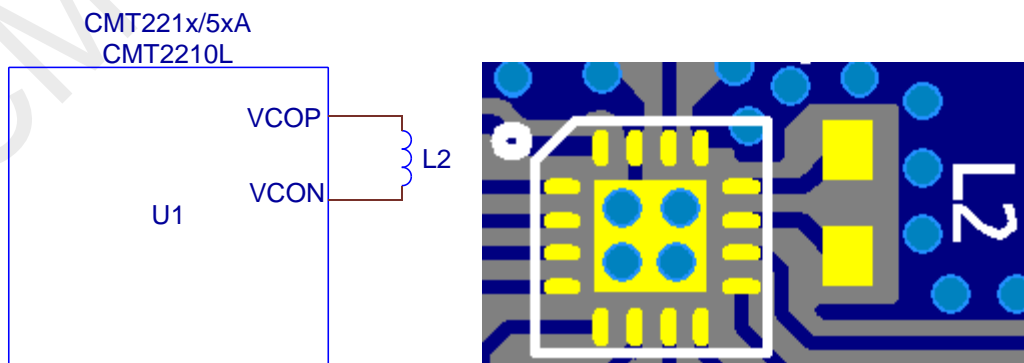

图 3. CMT221x/5xA VCO 电感的原理图和版图设计参考
- 2) 如图 3 中的 L2 (VCO 电感) 最好采用 0402 等高度比较薄的元件，以降低人手在开发生产的过程接触导致 ESD 损坏的概率。